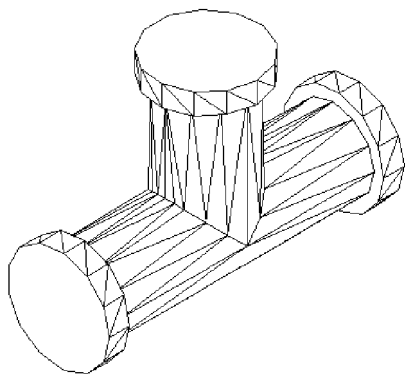

图 12-43 合并凸台和圆柱体
6) 单击【实体编辑】选项板 | 【并集】按钮  并集，选中圆柱体和三个凸台，按回车键。单击【视图】功能区 | 【视觉样式】选项板 | 【隐藏】按钮 ，隐藏看不到的线段，如图 12-43 所示。